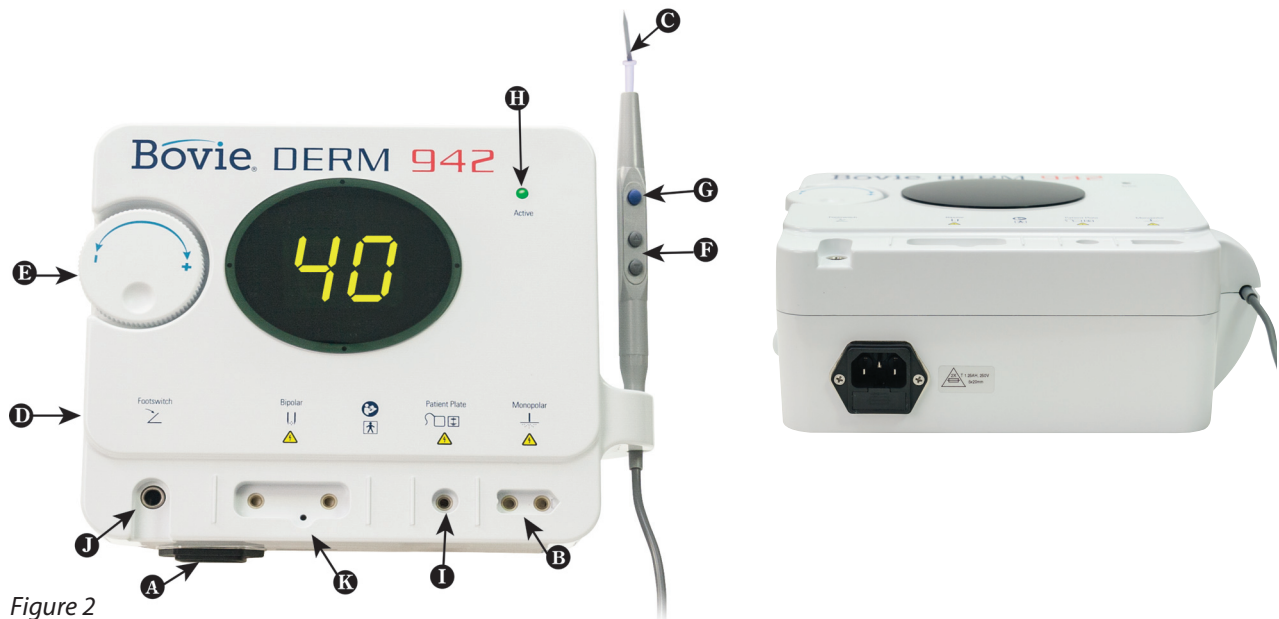

Figure 2
2. Brancher le bout „féminin” du câble d'alimentation à la base de l'appareil (voir fig. 2 et 3, lettre A).
4. La sortie monopolaire de la pièce à main se trouve dans la partie inférieure droite du côté devant de l'appareil (voir fig. 2 et 3, lettre B). L'embout de la pièce à main est fait de telle manière qu'on ne peut le brancher que d'une seule manière. Introduire l'embout de la pièce à main dans le connecteur de sortie situé dans la partie inférieure de l'appareil (voir fig. 2 et 3, lettre B). La pièce à main à trois boutons est conçue pour permettre au médecin de contrôler les réglages du niveau de la puissance de sortie par les doigts de sa main.
5. Glisser l'électrode standard à l'intérieur de la pièce à main jusqu'à ce qu'elle ne soit fixée d'une manière stable (voir fig. 2 et 3, lettre C).
7. Brancher l'appareil en utilisant le commutateur du côté gauche de l'appareil (voir fig. 2 et 3, lettre D).
8. Régler la puissance de sortie soit en utilisant le bouton tournant sur le côté devant de l'appareil (voir fig. 2 et 3, lettre E), soit par les boutons Haut et Bas de la pièce à main (voir fig. 2 et 3, lettre F). Lorsque le réglage du niveau de puissance s'effectue par la pièce à main, un signal sonore indiquera que le niveau de puissance a été modifié. Appuyer et maintenir les boutons Haut et Bas vous permettra de modifier plus rapidement les réglages du niveau de puissance, afin de régler plus rapidement la puissance de sortie. La puissance est affichée par pas de 0,1 W dans la gamme de 0,1 W à 10 W.
9. Pour activer l'appareil, retirer la pièce à main de son étui. Placer la pièce à main dans la position souhaitée et appuyer le bouton d'activation (voir fig. 2 et 3, lettre G). Lors de l'activation de l'appareil, un signal d'activation retentit et la diode bleue d'activation s'allume (voir fig. 2 et 3, lettre H).
10. Pour utiliser la plaquette de mise à la terre optionnelle au câble (A802EU), placer l'embout du câble dans le connecteur de sortie pour plaquette de mise à la terre (voir fig. 2 et 3, lettre I). puis connecter l'autre embout à
11. Pour utiliser un câble bipolaire optionnel (A827V), insérez les embouts dans les connecteurs bipolaires de sortie (voir fig. 2, lettre K). Puis le câble est branché aux pinces. Un seul accessoire monopolaire ou bipolaire peut être branché au connecteur de sortie ce qui ne permet pas à l'utilisateur d'utiliser les deux accessoires simultanément.
12. Le commutateur optionnel à pied (A803) est connecté au connecteur de sortie pour commutateur à pied et reste posé au sol (voir fig. 2 et 3, lettre J). Le commutateur à pied peut être utilisé lors des interventions monopolaires et il doit être utilisé lors les interventions bipolaires.